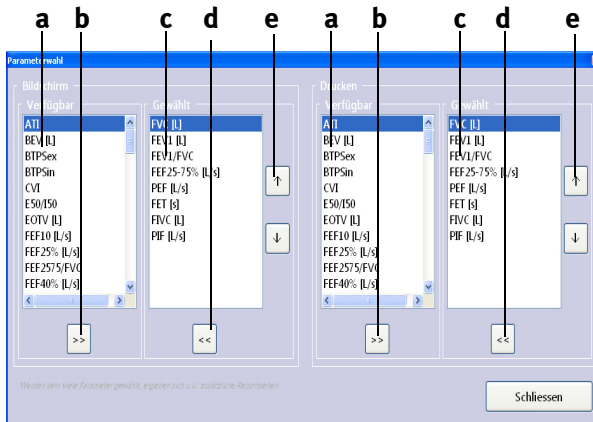

Abb. 8-10 Registerkarte „FVC Parameter“
- e *Parameter wählen (siehe Abb. 8-10)*
- d Parameter wählen (siehe Abb. 8-10)